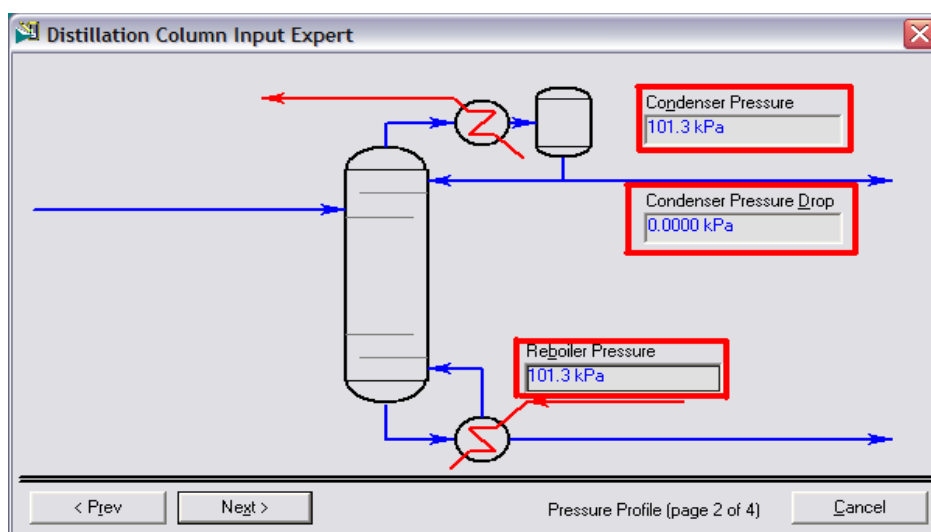

Fig.VII.3
- Spécifier les pressions dans le condenseur et le rebouilleur (1 atm) → Fig. VII.3. Cliquer sur **Next**,